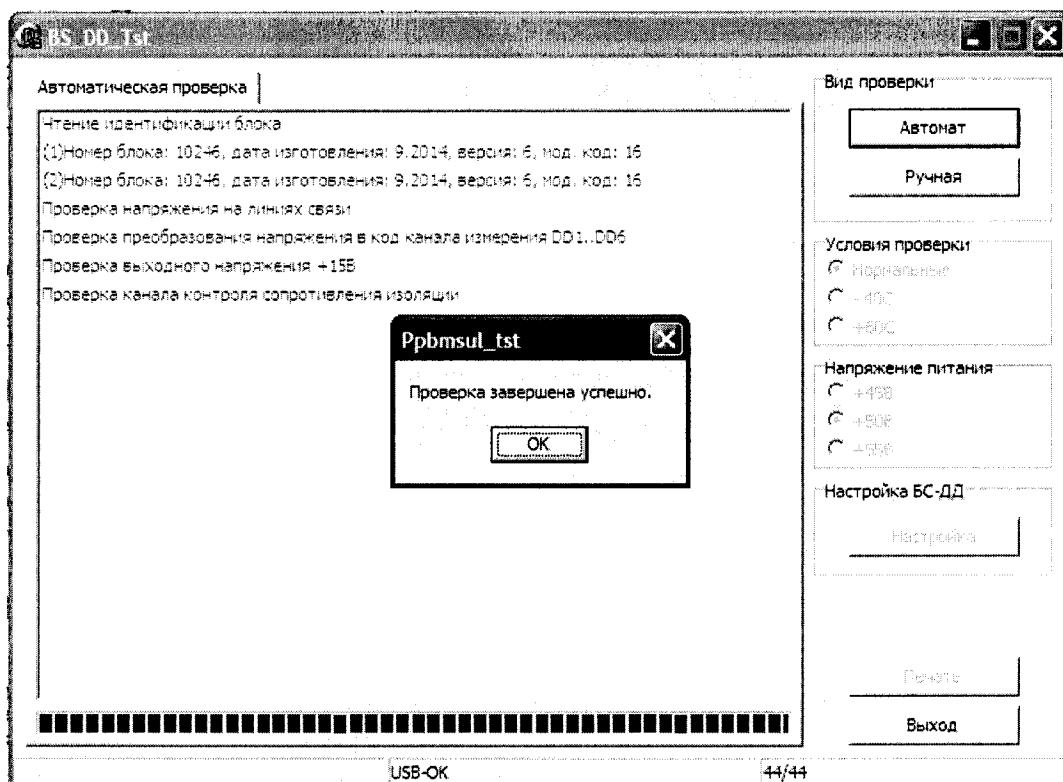

Рисунок 6
8.5.3 В окне «BS\_DD\_1\_Tst» в поле «Вид проверки» нажать кнопку «Автомат». Откроется окно «Автоматическая проверка». Шкала прогресса внизу окна должна индицировать ход выполнения проверки (рисунок 6). По окончании проверки нажать кнопку «OK».